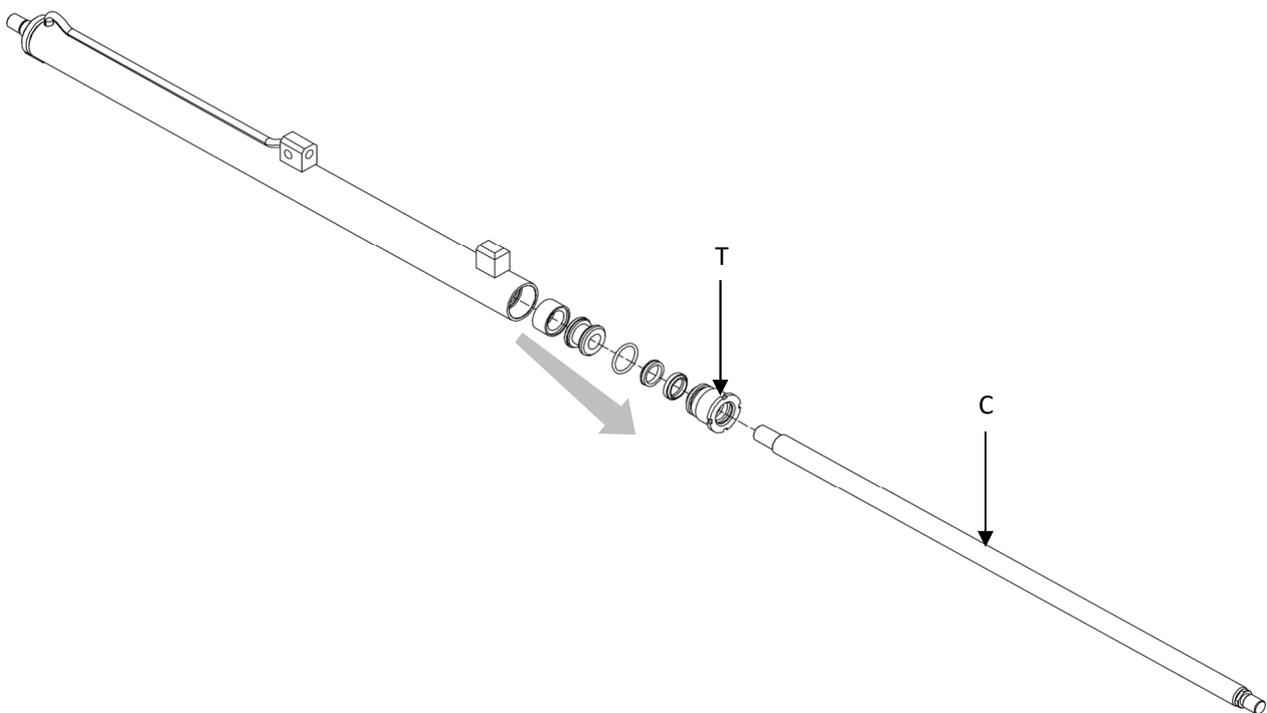

Abbildung 30
8. Beachten Sie dazu *Abbildung 30*.